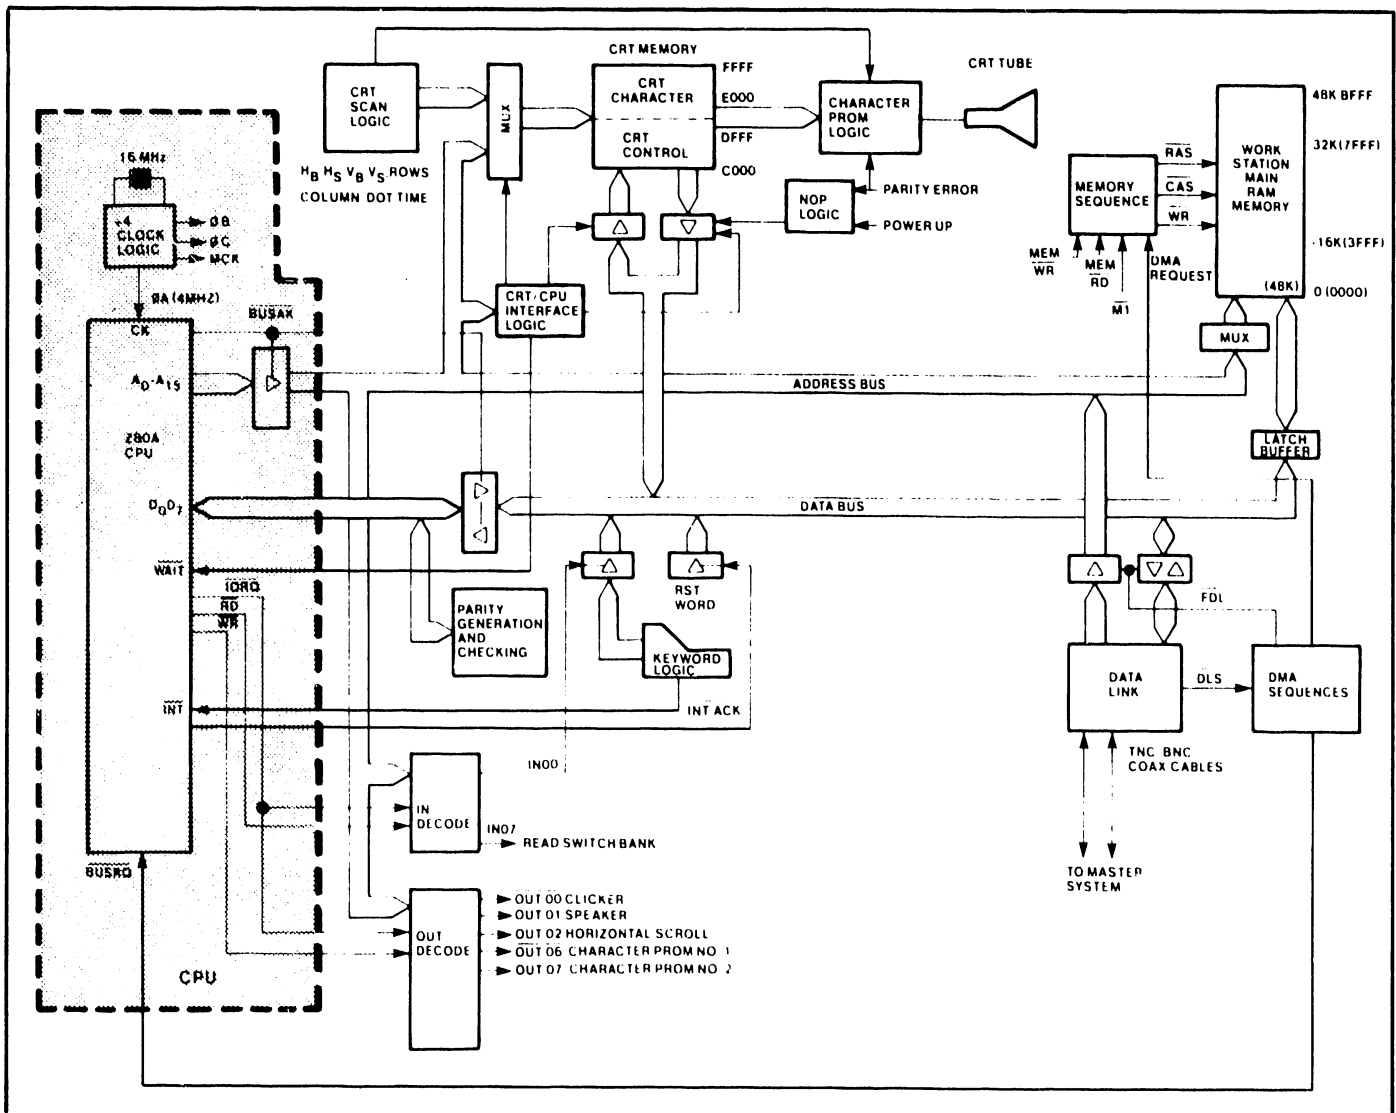

Figure 2-6. Z80A CPU
2.3.1.10 Z-80A CPU (Figure 2-6)